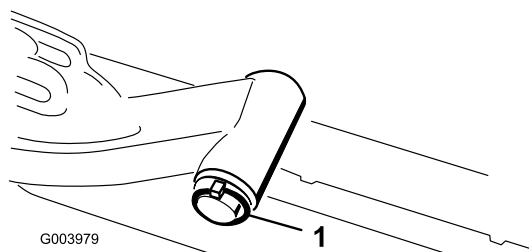

Figura 12
- A. Retire o pino de sujeição e a anilha que prende o veio da articulação do braço de elevação ao braço de elevação e faça deslizar o veio de articulação do braço de elevação para fora do braço de elevação (Figura 12).
- C. Insira o veio do braço de elevação no braço de elevação e prenda-o com a anilha e o pino de sujeição (Figura 12).